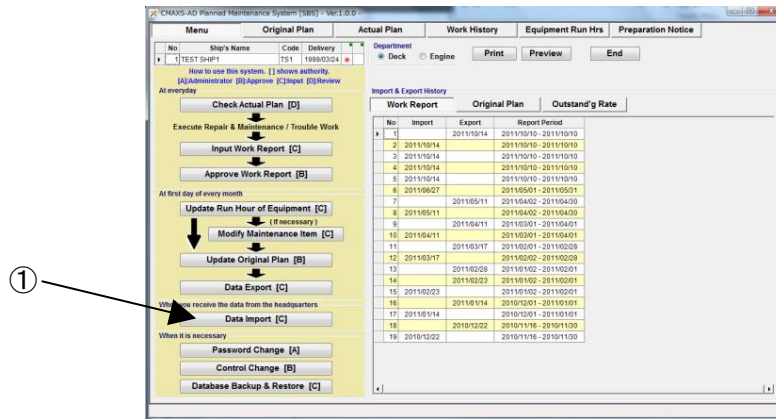

図 12-3 Menu 画面
(1) "Menu"画面(図 12-3)より、[Data Import]を選択してください。